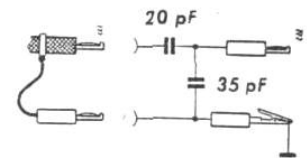

Abb. 5
- Künstliche Antenne für Abgleich- und Empfindlichkeitsmessungen verwenden gemäß Abb. 5.
- HF:** Zur Messung der HF-Empfindlichkeit den Meßsender über die künstliche Antenne (Abb. 5) an die Antennenbuchse anschließen.